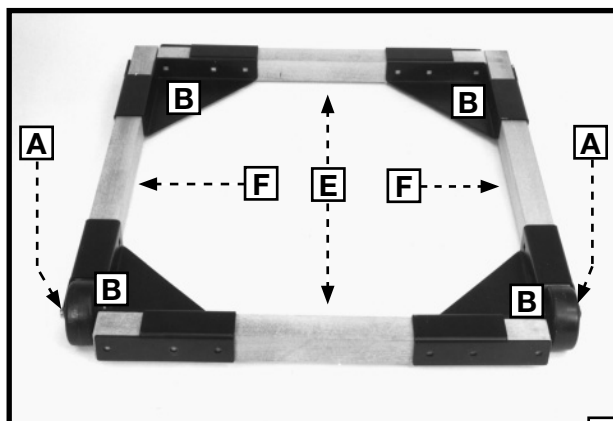
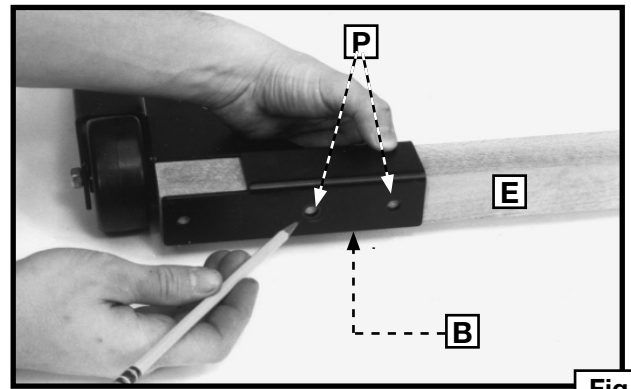

Fig. 6
Fig. 7
6. Ubique las piezas en los soportes para esquina (B), Fig. 6, como quedarían colocadas en el montaje final de la base móvil. Asegúrese de que las piezas laterales (F), Fig. 6, se hallen aproximadamente a 12,7 mm (1/2") de las dos ruedas (A). Mida las dimensiones interiores de la base móvil armada (Fig. 6). Las medidas deberían aproximarse a las dimensiones de la máquina. Si es necesario realizar ajustes, corte piezas laterales o extremas nuevas de modo que encajen o ajuste la posición de las tablas en los soportes.
- Coloque las tablas laterales y extremas (E y F), Fig. 6, adentro y al ras contra la parte superior de los soportes extremos (B), Fig. 7. Marque los lugares donde taladrará orificios pasantes de 11,11 mm (7/16") de diámetro en las tablas de la base de madera.
NOTA: Taladre cuatro orificios en las cuatro áreas internas de cada soporte, dos de los cuales se muestran en el punto (P), Fig. 7. Taladre en total 16 orificios para apoyar las tablas en los cuatro soportes.